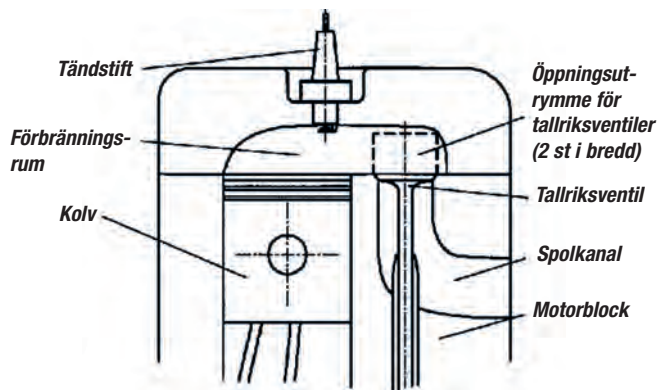

Bild 156. Sidventilmotor. Ordet "spolkanal" används sällan för 4-taktsmotorer. Istället används "ingaskanal" ("insugskanal") respektive "avgaskanal".
- **Sidmonterade tallriksventiler:** Vanligare blev sidmonterade tallriksventiler som drevs av en kamaxel via en utväxling (2:1) från vevaxeln (se bild 156).